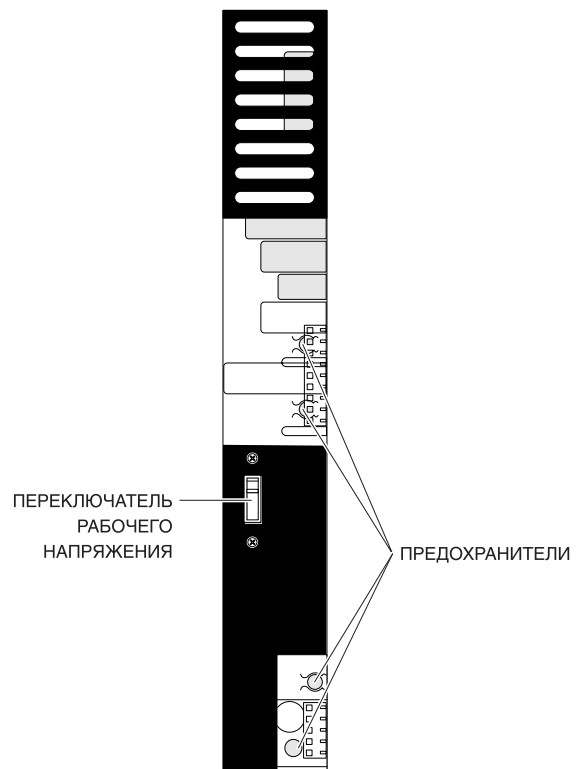

Рис. 2-3 Установка рабочего напряжения
Подключите кабель питания переменного тока к разъему на левой стороне блока. Не включайте питание системы до тех пор, пока в нее не будут установлены все карты и модули. Прикрепите обратно заднюю панель верхнего блока. Перед установкой в систему источника питания проверьте положение переключателя рабочего напряжения сети переменного тока 110В/220В (по умолчанию установлено 220В, рис. 2-3) в нужное положение. Обязательно проведите работы по заземлению системы (см. раздел "Заземление").
2. Установите верхний блок на нижний так, чтобы совпали крепежные отверстия. Соедините блоки между собой четырьмя крепежными винтами по два спереди и сзади верхнего блока. Установите обратно заднюю панель верхнего блока. Подключите кабель питания переменного тока к разъему на левой стороне нижнего блока и соедините второй разъем этого блока с разъемом питания верхнего блока кабелем питания, поставляемым в комплекте с картой LCP. Не включайте питание системы до тех пор, пока в нее не будут установлены все карты и модули. Перед установкой в систему источника(ов) питания проверьте положение переключателя рабочего напряжения сети переменного тока 110В/220В (по умолчанию установлено 220В, рис. 2-3) в нужное положение.
2. Установите дополнительные блоки на нижний так, чтобы совпали крепежные отверстия. Соедините блоки между собой четырьмя крепежными винтами по два спереди и сзади верхнего блока. Установите обратно задние панели среднего и верхнего блока. Подключите кабель питания переменного тока к разъему на левой стороне нижнего блока и соедините второй разъем этого блока с разъемом питания среднего блока кабелем питания, поставляемым в комплекте с картой LCP, и таким же образом подайте питание к верхнему блоку. Не включайте питание системы до тех пор, пока в нее не будут установлены все карты и модули. Перед установкой в систему источника(ов) питания проверьте положение переключателя рабочего напряжения сети переменного тока 110В/220В (по умолчанию установлено 220В, рис. 2-3) в нужное положение.
В базовый и дополнительные блоки системы необходимо установить источники питания от сети переменного тока PSU-B. Предусмотрена возможность установить два источника питания в один блок. Второй источник необходим, если в блоке задействовано более 56 внутренних портов (см. главу 4 "Подготовка к запуску системы"). Перед установкой в систему источника(ов) питания проверьте положение переключателя рабочего напряжения сети переменного тока 110В/220В (по умолчанию — 220В, рис. 2-3) в нужное положение.